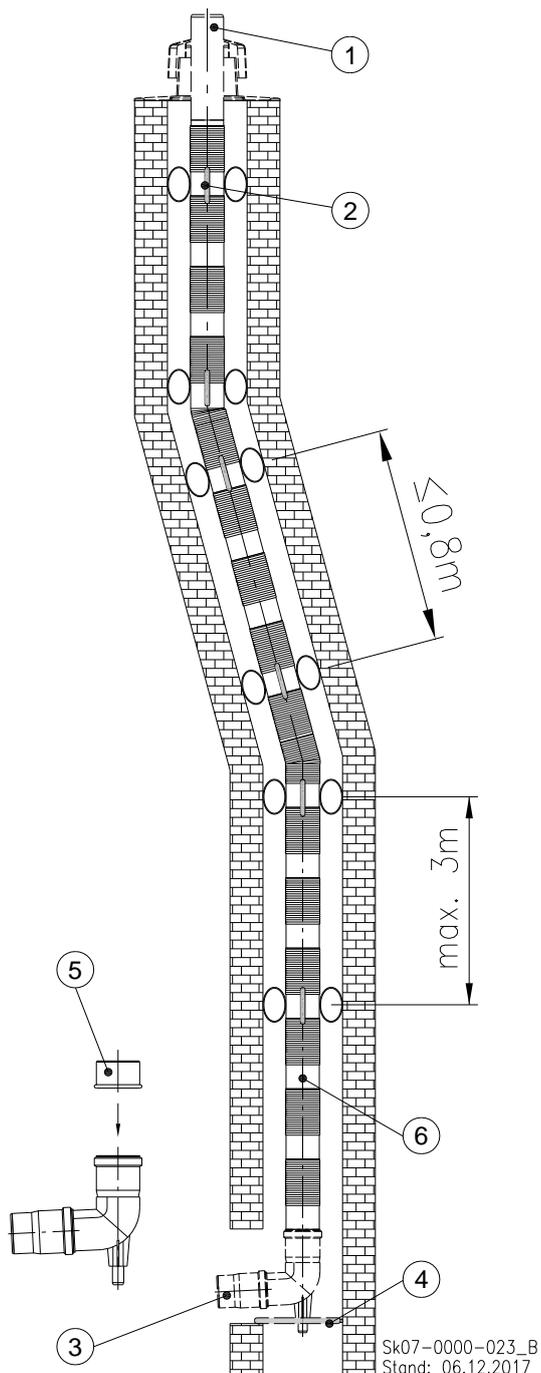
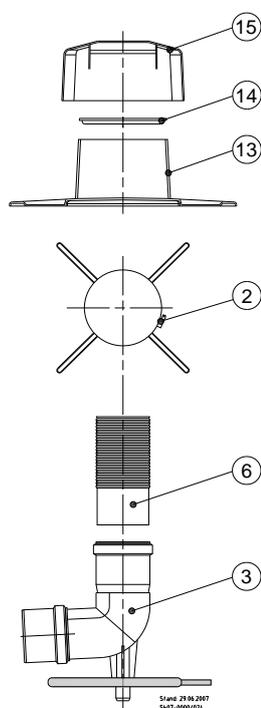

Fig. 43: Système de cheminée, flexible
Fig. 45: Plan détaillé fixation au terminal
Légende de la Fig. 43:
- ➔ Nettoyez et ébarbez le bord d'insertion du tuyau d'évacuation ⑥ (v. Fig. 43).
- ➔ Frottez l'extrémité d'insertion du tuyau d'évacuation ⑥ avec un lubrifiant non-acide.
- ➔ Insérez l'extrémité lisse du tuyau d'évacuation ⑥ sur le siège du coude de soutien. ③.
Légende de la Fig. 45:
②	Guide de centrage
③	Arc d'appui avec son appui
⑥	Conduite de gaz d'échappement flexible
⑬	Partie inférieure du terminal
⑭	Collier de tuyau flexible
⑮	Capot
- ➔ Glissez d'abord la partie inférieure cache de la cheminée ⑬ (v. Fig. 45) par l'extrémité du tuyau d'évacuation ① (v. Fig. 43).
- ➔ Elargissez la bride de serrage du tuyau flexible ⑭.
- ➔ Faites glisser la bride du tuyau flexible sur l'extrémité de la tuyauterie jusqu'en butée sur la plaque cache de la cheminée ⑬.